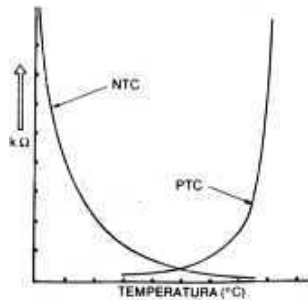

Figura I.37
- a) De coeficiente negativo de temperatura **NTC** sigla en ingles de Negative Temperature coefficient. Los termistores NTC, son los que disminuyen su valor de resistencia cuando aumenta la temperatura de su estructura. (figura I.37).
- b) De coeficiente positivo de temperatura **PTC** siglas en ingles de Positive Temperature Coefficient. Los termistores PTC, son los que aumentan su valor de resistencia cuando aumenta la temperatura en su estructura (figura I.37)